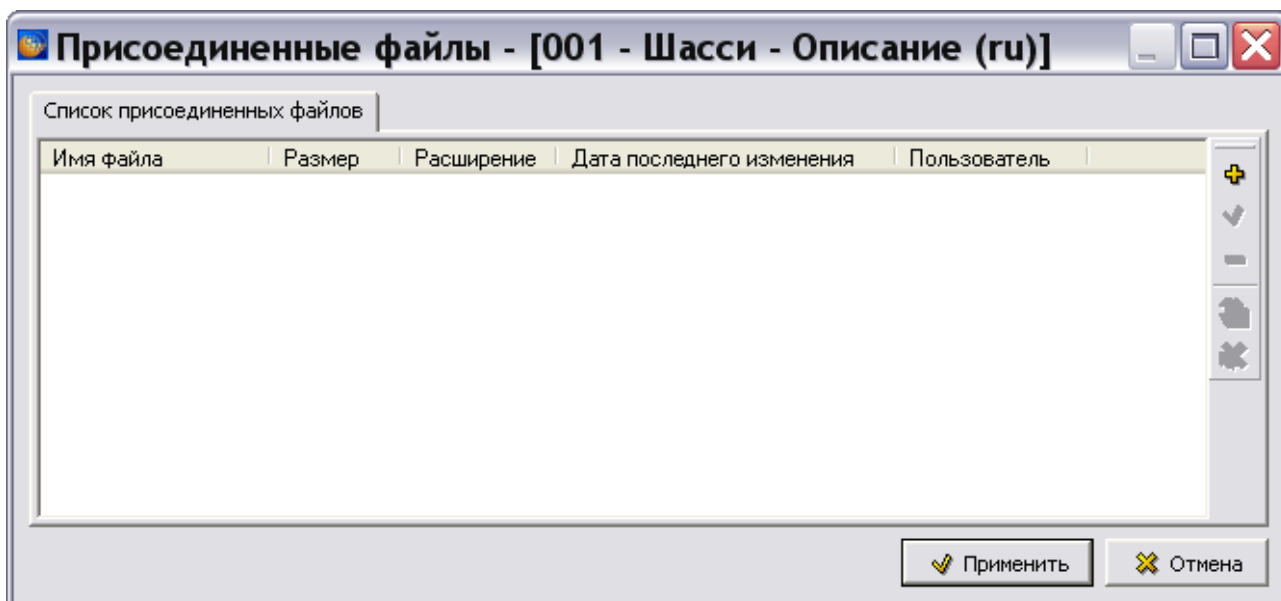

Рис. 5.7
- Нажмите на кнопку . После этого откроется окно **Присоединенные файлы** (Рис. 5.7).